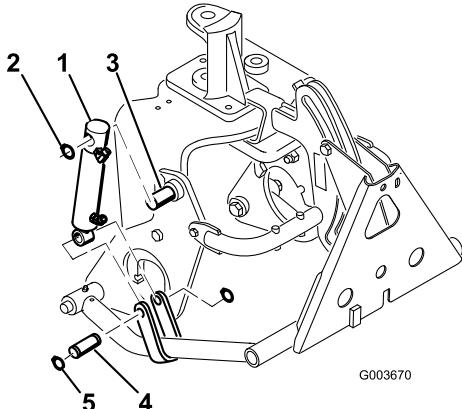

Figure 12
3. Montez le haut du corps du vérin hydraulique sur la goupille de la plaque de support droite avec une bague de retenue (Figure 12). Les orifices
- Montez la tige de vérin sur les fixations des bras de poussée avec une goupille et 2 bagues de retenue (Figure 12).